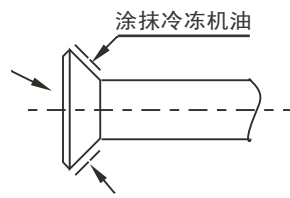

图4.5
- b. 在拧紧扩口螺母之前，在管道扩口处外表面和连接螺母锥面上涂抹冷冻机油，并先用手拧紧3~4圈（见图4.5）；